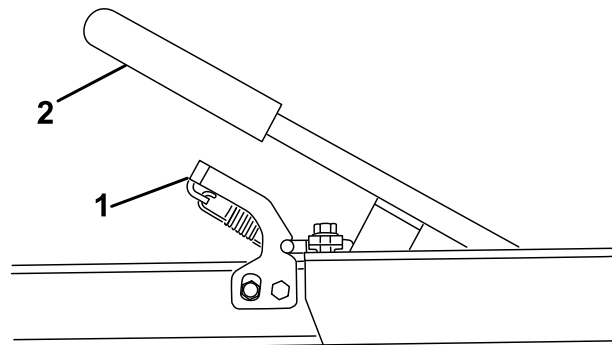

図 7
2. トレーラの荷台を確保した状態でハンドルを持ち、ラッチアセンブリと昇降ハンドルを押し下げる 図 7。トレーラの床面を地表まで降下させる。